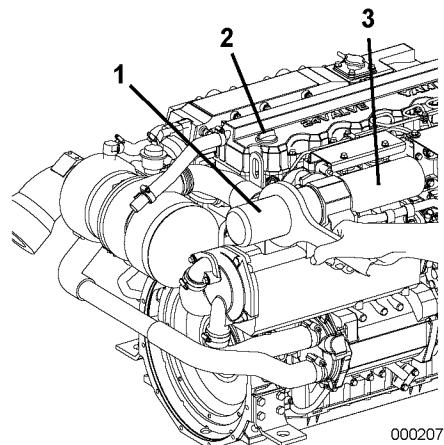

Figura 2
Para facilitar el vaciado, retire el tapón de la boca de llenado (Figura 2, (2)) (amarillo) que se encuentra en la parte superior de la tapa de balancines. Desche adecuadamente el aceite usado.
3. Retire el filtro de aceite del motor (Figura 2, (1)) con una llave de filtro (girar en sentido contrario al de las agujas del reloj).